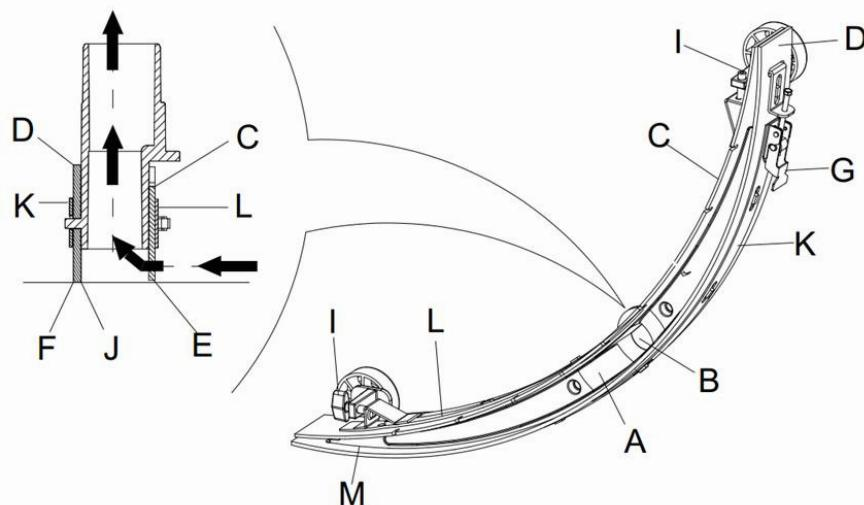

Figura 15
- Pressione o interruptor de energia (41) para a posição “O” para desligar a máquina.
- Desaparafuse o botão fixo (16) do squeegee; retire o conector que liga o tubo do vácuo de recuperação do squeegee para o retirar.
- Utilize o puxador de elevação do squeegee (14) para elevar o encaixe de suporte do squeegee.
- Limpe o squeegee (Figura 15). Limpe bem a ranhura (A, Figura 15) e a sujidade e fragmentos do tubo de vácuo. Verifique se a lâmina frontal do squeegee (C) e lâmina traseira do squeegee (D) estão intactas, e se existem beiras e rachas. Substitua se necessário (refira aos passos na secção seguinte).
- Siga os métodos relacionados na secção anterior para limpar o squeegee (Figura 15).